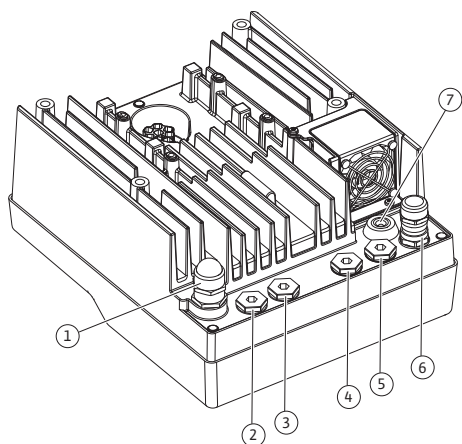

Fig. 18: Káblové priechodky so závitom/káblové vstupy
4. Pripojovací kábel je nutné viesť cez káblovú priechodku M25 (Fig. 18, pol. 1). Utiahnite káblovú priechodku s udaným krútiacim momentom.